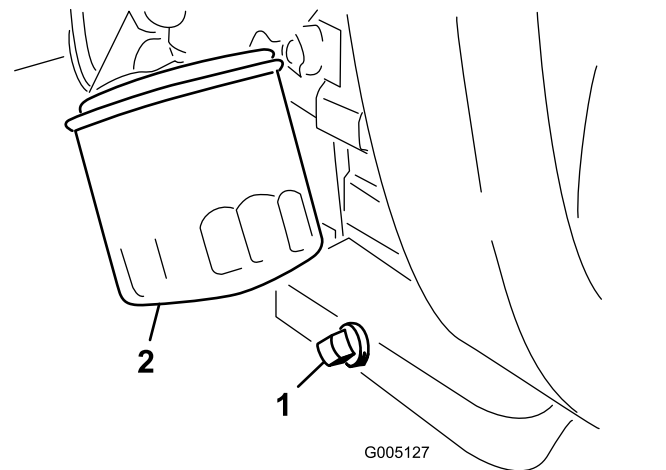

Bild 41
- Entfernen Sie die Ablassschraube (Bild 41) und lassen Sie das Öl in die Auffangwanne ab.
- Reinigen Sie das Gewinde der Ölablassschraube, bringen Sie etwas PTFE-Dichtmittel auf und schrauben Sie die Ablassschraube wieder auf (Bild 41).
- Entfernen Sie den Ölfiter (Bild 41).